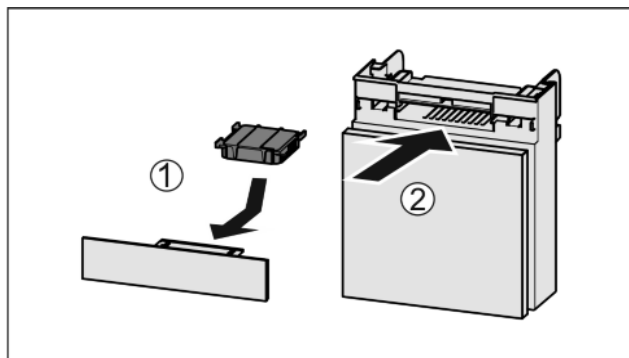

Fig. 36
- ▶ Вставити фільтр з активованого вугілля за малюнком Fig. 36 (1).
- ▶ Вставити відділення Fig. 36 (2).